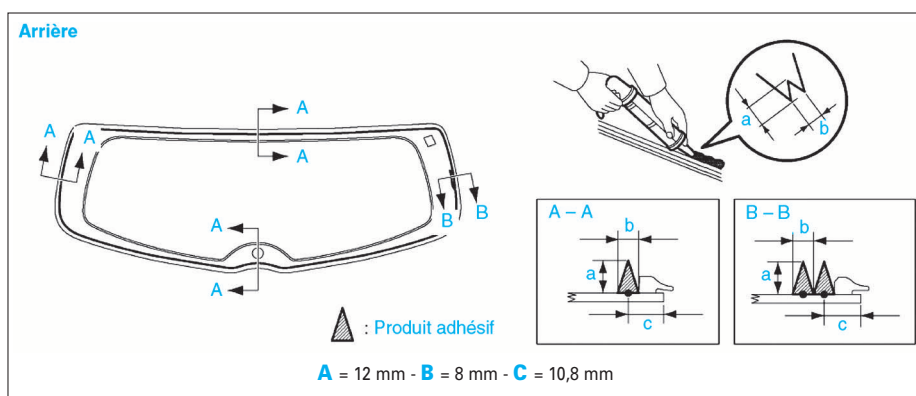

FIG. 15
- Appliquer la colle sur la lunette AR (Fig.15).